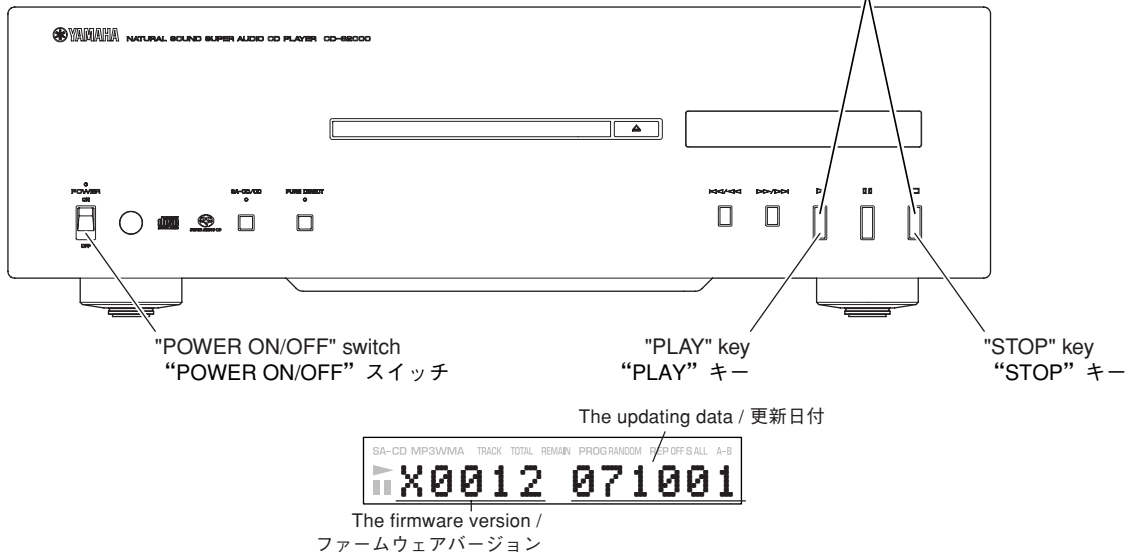

Fig. 6
2. While pressing the "PLAY" and "STOP" keys of this unit, set the "POWER ON/OFF" switch to the ON position. Then the Test mode is activated. (Fig. 6)
2. 本機の"PLAY"キーと"STOP"キーを押しながら、"POWER ON/OFF"スイッチをONにします。(Fig. 6) テストモードが起動します。